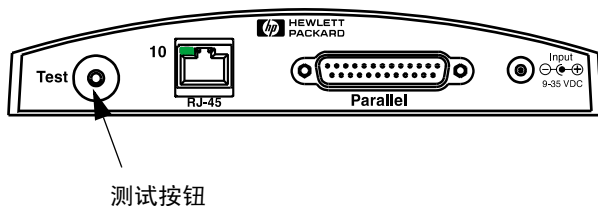

图 3.2 170X 背面的测试按钮
1. 按 170X 背面的 **Test**（测试）按钮以生成配置页（参阅图 3.2）。